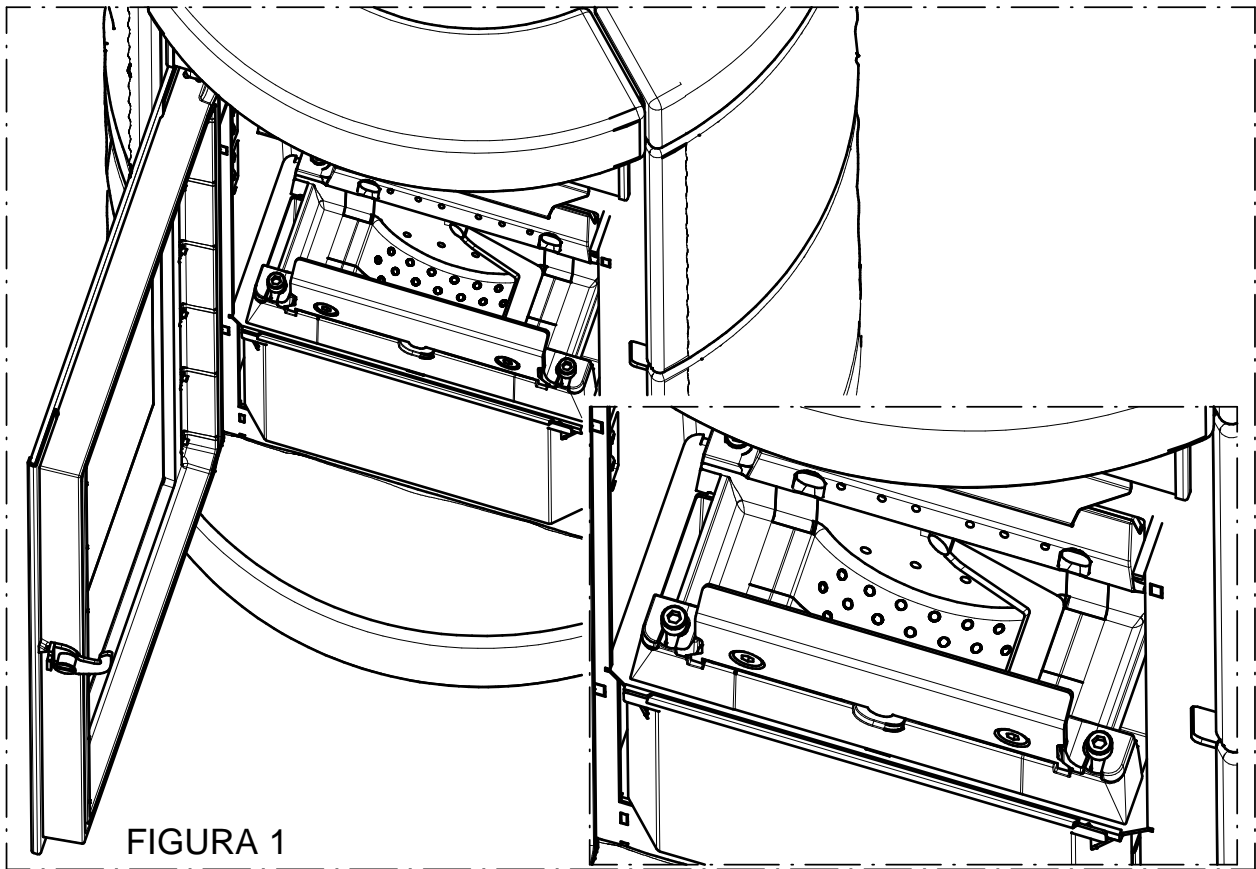

FIGURA 1
- Pulire accuratamente il bruciatore (Figura 1) utilizzando un aspiratore; pulire con particolare attenzione la zona vicino la candelella di accensione. Questo allo scopo di garantire un corretto funzionamento dell'apparecchio ed evitare mancante accensioni.
- Aprire la porta focolare e controllare che l'area dove opera il raschiatore Pelletpower® sia priva di sedimenti (Figura 1)
- Controllare che i fori del bruciatore ed il canale di alloggiamento della resistenza siano privi di sedimenti di ogni tipo e natura. Nel caso aspirare e pulire (Figura 1)